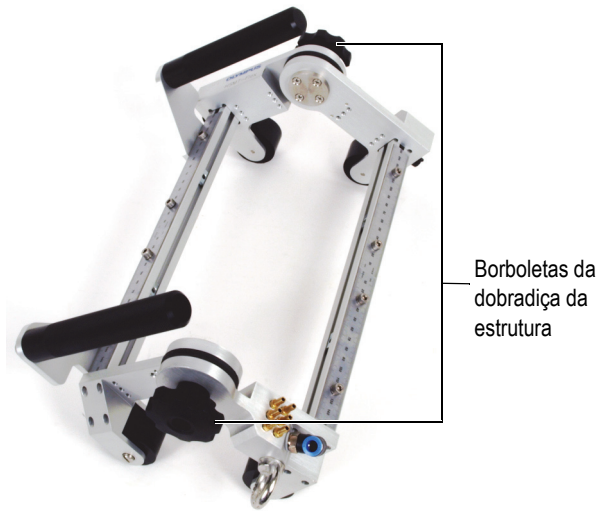

Figura 2-1 Ajuste do ângulo da estrutura
1. Afrouxe as borboletas nas duas dobradiças da estrutura (Figura 2-1 na página 38).